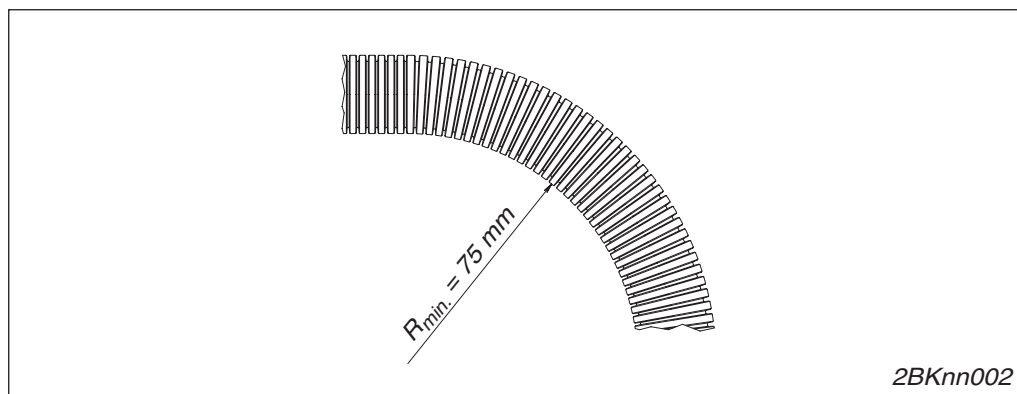

Fig. 2-2 Zulässiger Mindestbiegeradius
- ☐ Der zul. Mindestbiegeradius $R_{min.} = 75 \text{ mm}$ darf nicht unterschritten werden. Der Mindestbiegeradius muss an der Innenseite des Kabels eingehalten werden (→ Fig. 2-2 Zulässiger Mindestbiegeradius).